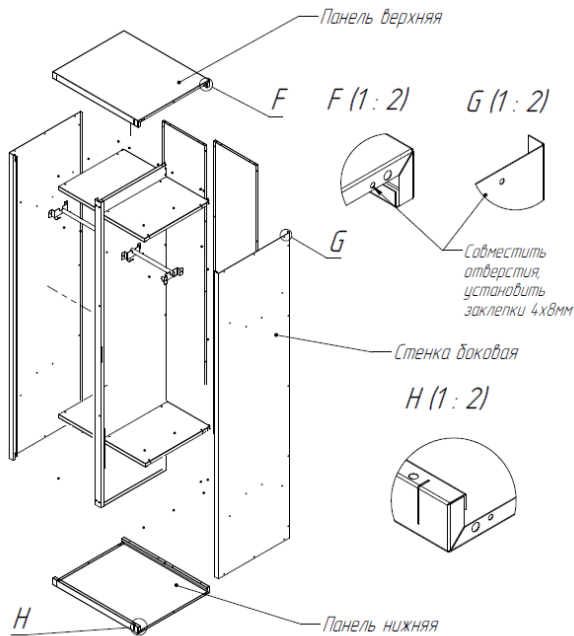

Рис. 2
4.2 Соединить среднюю стенку с полками, вложить задние стенки соединить со средней, затем боковые стенки установить к задней стенке при помощи заклепок (Рис.2).
4.3 Панели верхняя/нижняя крыша и дно завести на боковые/задние стенку и закрепить заклепками (Рис.2,3).